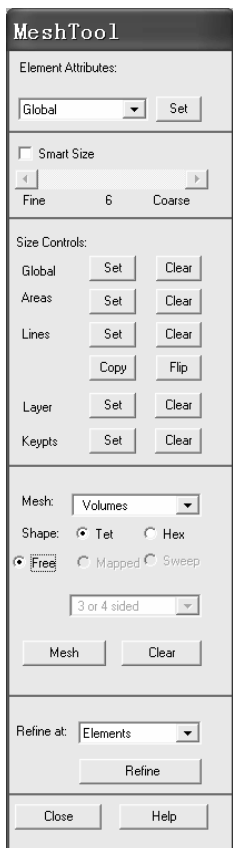

图 2-159 “MeshTool” 窗口
(12) 依次选择 Main Menu>Preprocessor>Meshing>MeshTool，弹出“MeshTool”窗口（见图 2-159）。